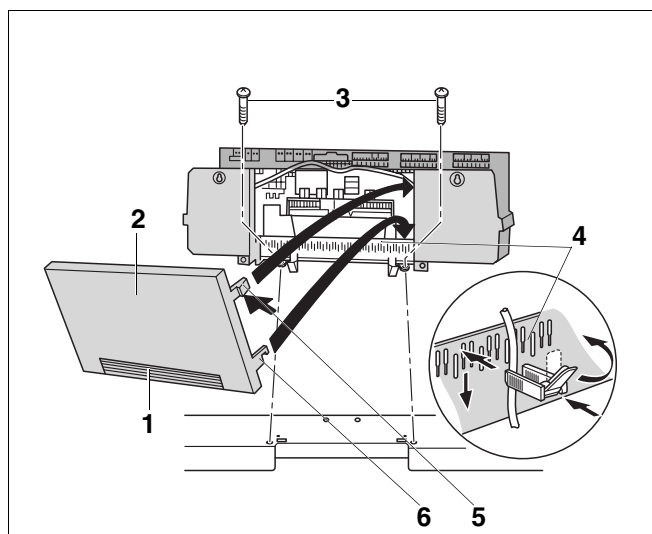

Fig. 16 Fjernelse af bagvæg
- Skru instrumentpanelet på den forreste kedelkappe med 2 skruer (fig. 16, **pos. 3**) bagved til højre og venstre i kabelgennemgangen.
Efter behov kan udbrydningsdelen (fig. 16, **pos. 1**) på bagvæggsdelen (fig. 16, **pos. 2**) brækkes af eller skæres ud.
- Isæt de to nederste kroge (fig. 16, **pos. 6**) til højre og venstre på bagvæggsdelen (fig. 16, **pos. 2**) med slidsen i overkanten af spændebåndsrammen.
- Tryk de to øverste elastiske indskydningskroge (fig. 16, **pos. 5**) lidt indefter (pil), og læg bagvæggsdelen (fig. 16, **pos. 2**) i, så de to kroge går i indgreb.